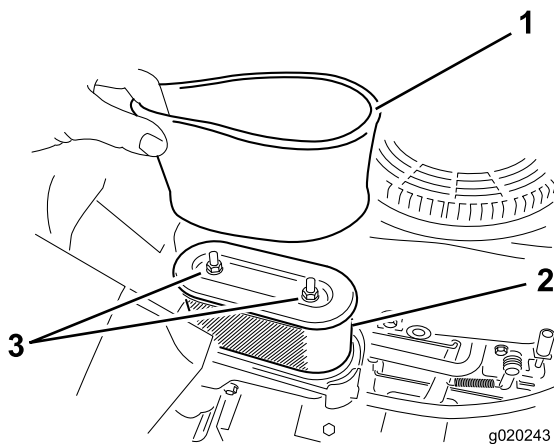

Figura 33
5. Retire cuidadosamente los elementos de gomaespuma y papel de la carcasa del limpiador de aire (Figura 33).
1. Instale el filtro de gomaespuma sobre el filtro de papel (Figura 33).